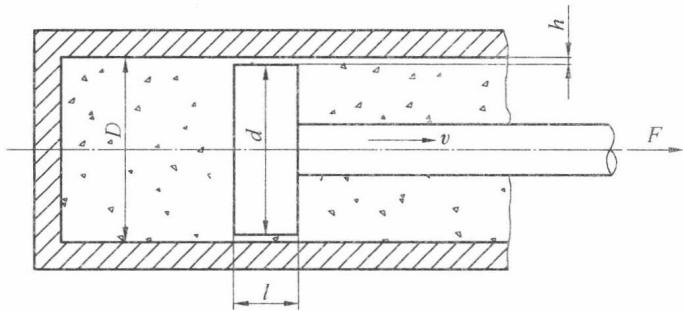

图 2.5 练习题图 1
4. 如图 2.5 所示液压缸, 缸筒内径 $D = 120 \text{ mm}$, 活塞直径 $d = 119.6 \text{ mm}$, 活塞长度 $l = 140 \text{ mm}$, 若液压油的动力黏度 $\mu = 0.065 \text{ Pa} \cdot \text{s}$ 。活塞回程要求的稳定速度为 $v = 0.5 \text{ m/s}$, 试求不计液压油压力时拉回活塞所需的力 F 。